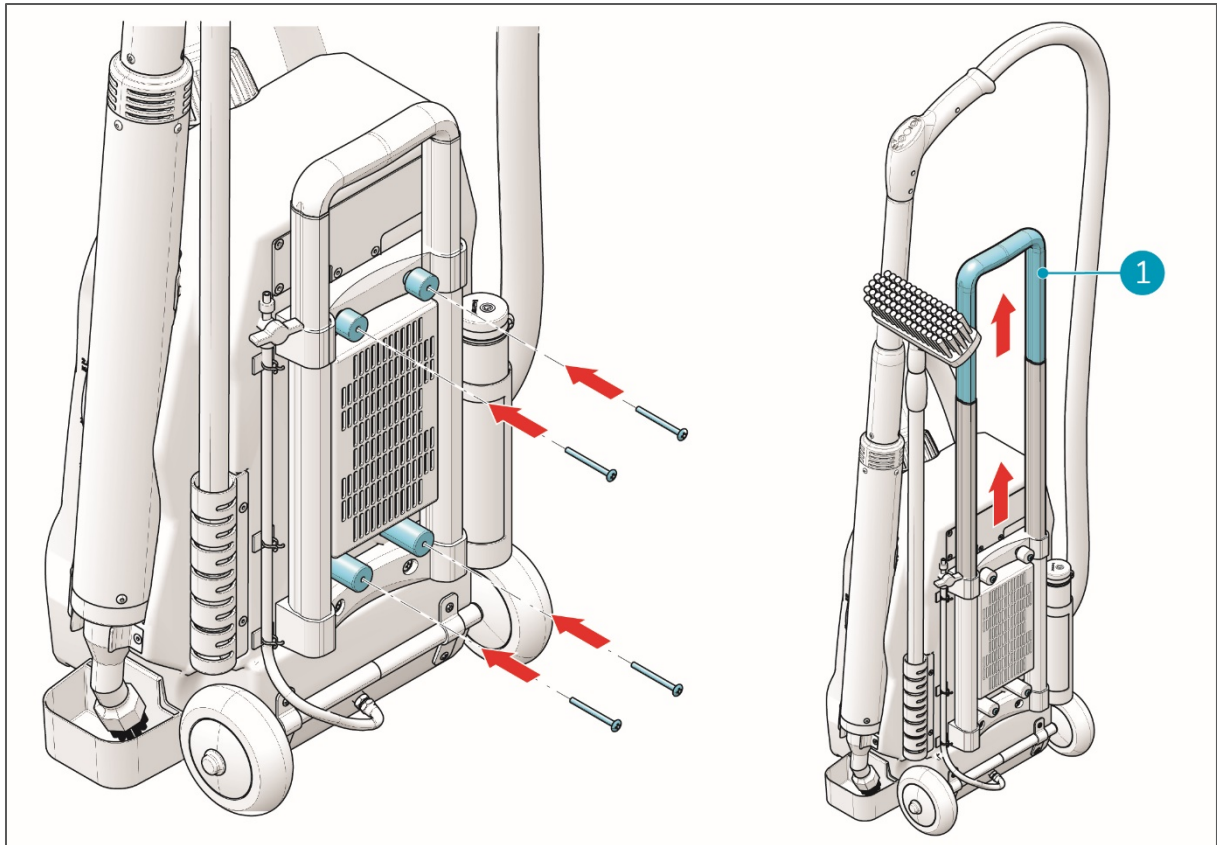

Abbildung 10
4. Setzen Sie die vier Schrauben wieder ein, die auch den Griff zum Ziehen des Trolleys fixieren (Abb. 10, Pos. 1).